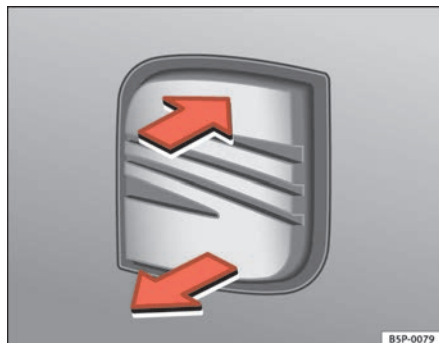
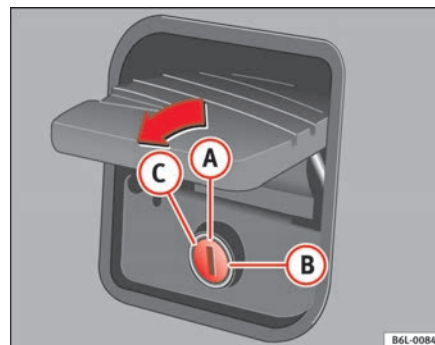

Fig. 50 Portón trasero: apertura desde fuera
Fig. 51 Cerradura del portón trasero
- Tire de la maneta y levante el portón ⇒ fig. 50. El ojo de la cerradura debe estar en posición vertical ⇒ fig. 51 **A**
Con el ojo de la cerradura **A** ⇒ fig. 51 en posición vertical, el portón se abre y se cierra automáticamente mediante el cierre centralizado. Además el portón se puede abrir y cerrar con la llave.
Estando el ojo de la cerradura en posición horizontal **B** ⇒ fig. 51, una vez cerrado el portón trasero, queda permanentemente bloqueado y sólo se podrá abrir con la llave principal.
Para abrir el portón hay que girar la llave hasta el tope **C** ⇒ fig. 51 en el sentido de la flecha. En esta posición, la llave no podrá sacarse de la cerradura.